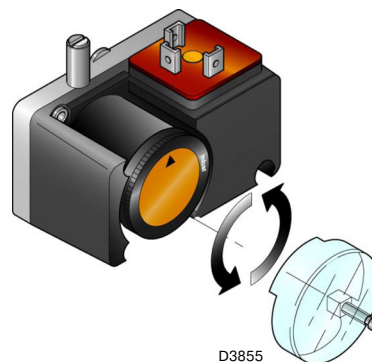

Рис. 31
- Отрегулировать реле минимального давления газа (Рис. 31 стр. 36) на начало шкалы.
Отрегулируйте реле минимального давления газа (Рис. 31) после настройки горелки, газовых клапанов и стабилизатора рампы.